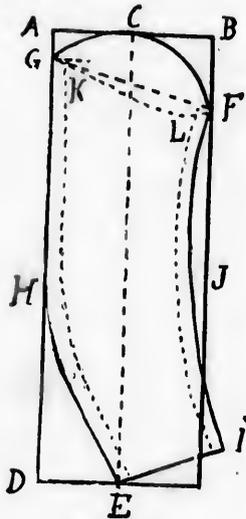
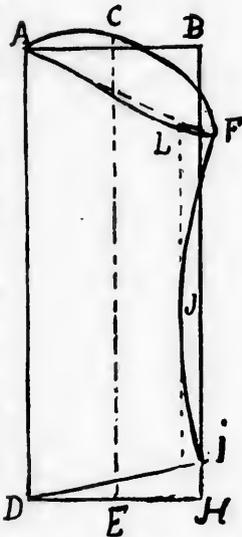

FIGURE 84
FIGURE 85
TRACE D'UNE MANCHE PLATE OU DOUBLURE DE MANCHE, (fig. 84).
MANCHE A POIGNET, (fig. 85).
Les lignes de construction de ce patron sont les mêmes que pour la manche précédente (figure 84). Au point A, tracez un angle droit, fig. 85.
- A B—Même mesure que fig. 84.